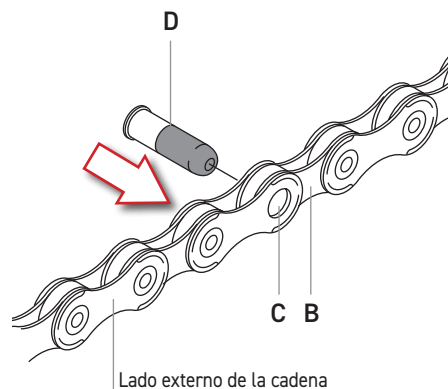

Fig.8
- Introducir el eslabón interno (B - Fig. 8) en el eslabón externo (C - Fig. 8) y luego introducir la parte de guía del casquillo de unión ULTRA-LINK 5-CN-RE500 (11s) / 5-CN-SR600 (12s) (D - Fig. 8) en el orificio del eslabón por el lado interno de la cadena hacia el exterior.